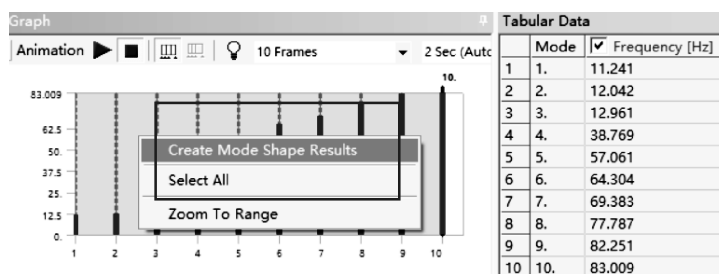
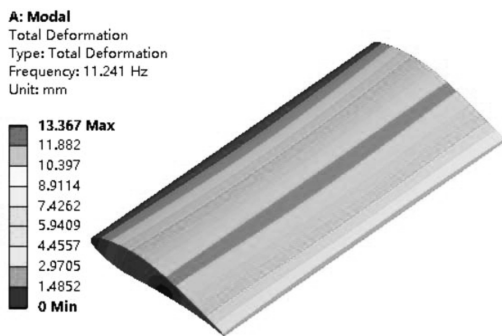

图 4-36 模型固有振型
图 4-37 1 阶模态振型图
(1) 在 Mechanical 标准工具栏中单击  Solve 进行求解运算。
(2) 运算结束后, 单击【Solution (A6)】→【Total Deformation】, 可以查看图形区域显示模态分析得到的叶片变形分布云图。在图形区域显示下方的【Graph】的频率图空白处单击右键, 从弹出的菜单中选择【Select All】, 再次单击右键, 然后选择【Create Mode Shape Results】创建其他模态振型的变形云图, 如图 4-36 所示; 接着在导航树上选择创建的变形结果, 单击右键选择  Evaluate All Results, 最后可以查看前 10 阶模态振型的叶片变形云图, 其中 1 阶模态振型如图 4-37 所示。也可激活动画显示叶片的振动过程。振动过程有助于理解结构的振动, 但变形值并不代表真实的位移。